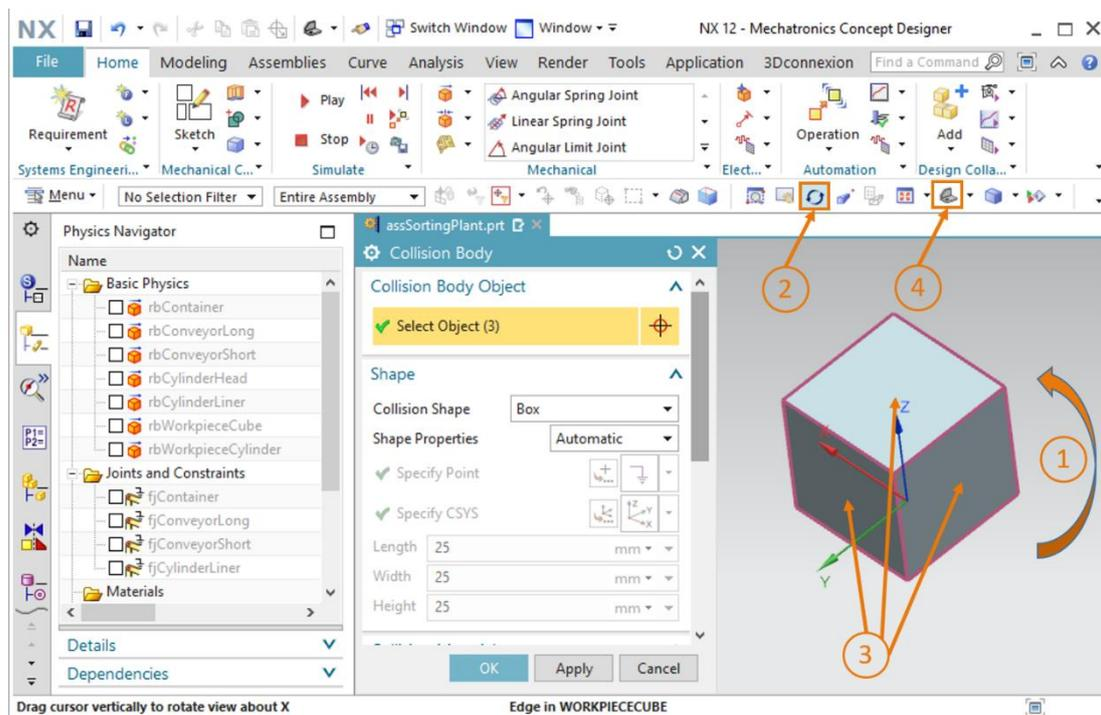

Figure 22 : Création du corps de collision pour workpieceCube – Rotation de la vue et sélection des objets de collision restants.
- Faites maintenant pivoter le corps en cliquant avec le bouton gauche de la souris sur le milieu de la surface de travail, en maintenant le bouton appuyé et en faisant glisser la souris vers le bas (voir Figure 22, étape 1). Après un moment, vous pouvez voir les trois surfaces non sélectionnées, comme montré à la Figure 22. Quittez le mode de rotation en cliquant de nouveau sur le bouton "Rotate" (Rotation) (voir Figure 22, étape 2). Sélectionnez les trois surfaces restantes affichées dans la Figure 22, étape 3. Revenez ensuite à la vue trimétrique (voir Figure 22, étape 4).